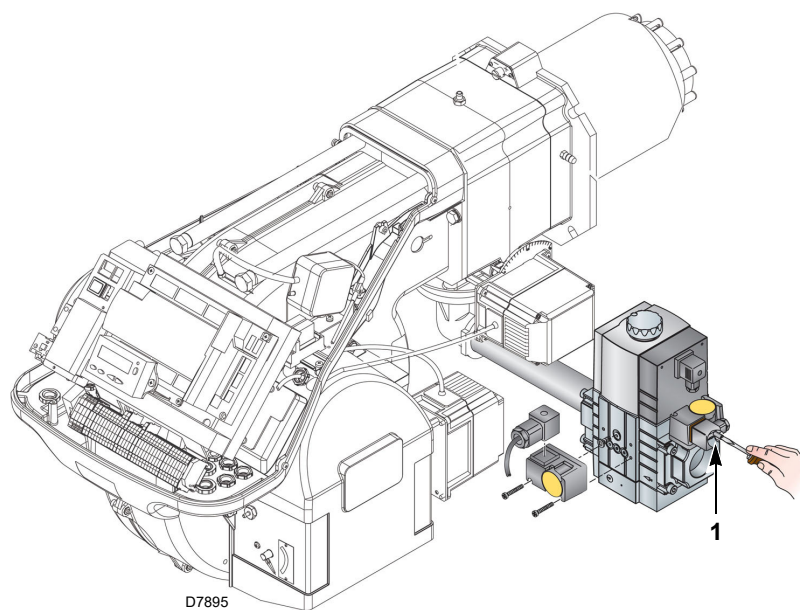

Abb. 27
- Prüfen Sie den Gasversorgungsdruck durch Anschließen eines Druckmessers an die Druckentnahmestelle 1)(Abb. 27) des Minimal-Gasdruckwächters: er muss geringer als der maximal zulässige Druck der Gasarmatur sein, der auf dem Kennschild der technischen Daten angegeben ist.
- Entlüften Sie die Leitung der Gasarmatur, indem Sie eine Kunststoffleitung an die Druckentnahmestelle 1)(Abb. 27) des Minimal-Gasdruckwächters anschließen. Führen Sie die Entlüftungsleitung aus dem Gebäude, bis der Gasgeruch wahrnehmbar ist.